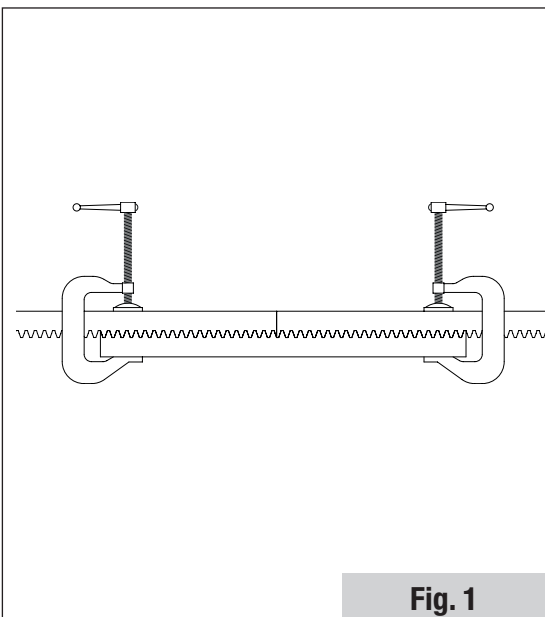

Fig. 1
- Para um alinhamento e passo correto entre duas peças de cremalheira, é recomendado o uso de um elemento de ligação na fase de fixação, conforme indicado na fig. 1.
- Se i finecorsa sono di tipo meccanico: R = DESTRO; L = SINISTRO (fig. 1).